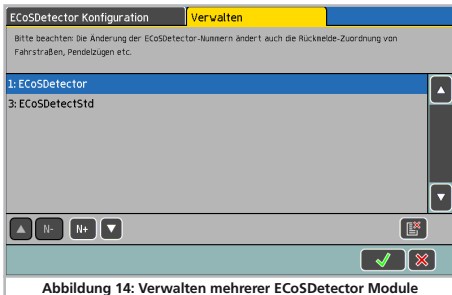

Abbildung 14: Verwalten mehrerer ECoSDetector Module
- Drücken Sie im im Konfigurationsmenü eines (beliebigen) ECoS-Detectors auf den Tab-Reiter „Verwalten“. Es öffnet sich ein Fenster ähnlich Abb. 14.